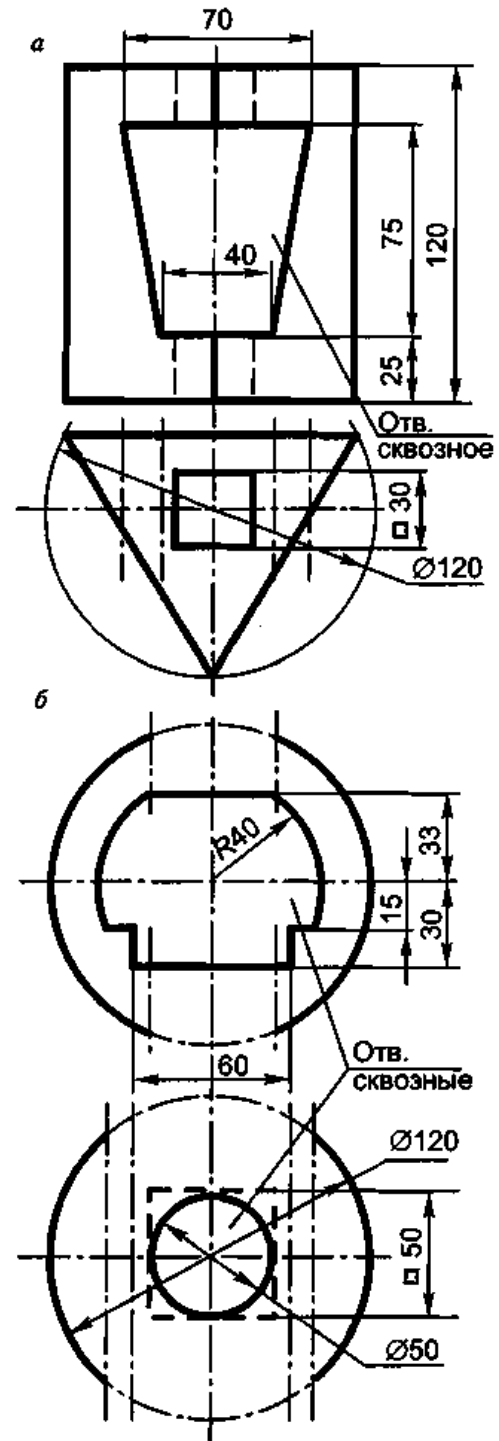

Рис. 2.22
12. Выполнить чертежи трехгранной призмы (а) и сферы (б) с окнами в трех проекциях с тремя разрезами каждой (рис. 2.22).